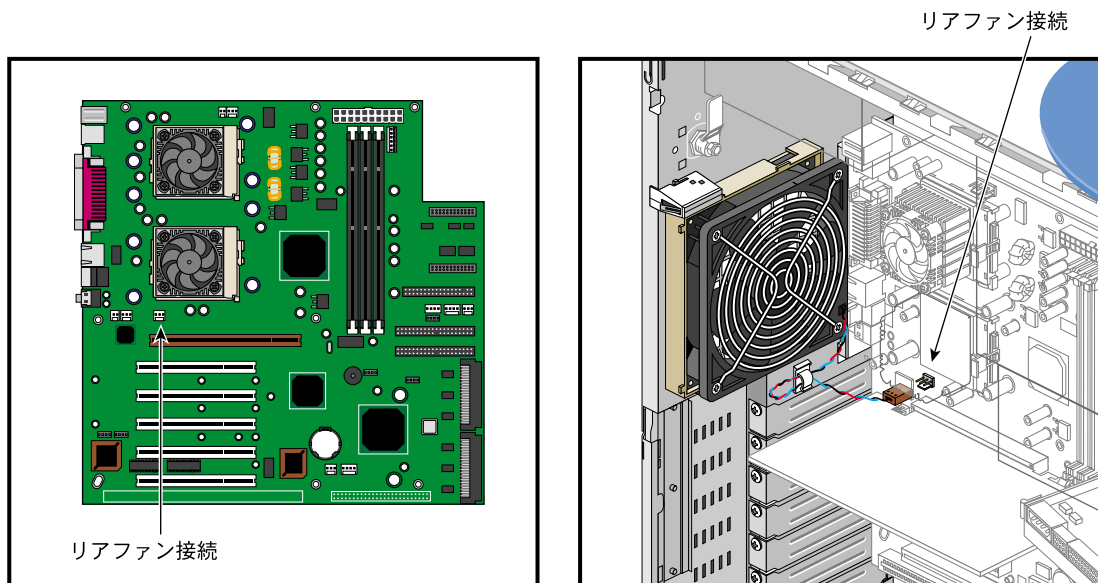

図 2-13 リアファンケーブルの接続
3. システムボードからファンケーブルを取り外します。ファンケーブルの接続位置については、34ページの図2-13を参照してください。
10. ファンケーブルを接続します。リアファンケーブルの接続位置については、図2-13を参照してください。